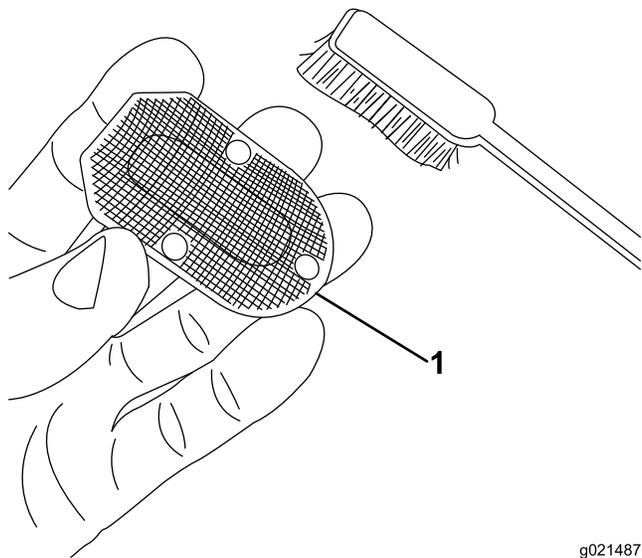

Figura 32
3. Utilice un cepillo para eliminar los depósitos de hollín de la rejilla del parachispas (Figura 32).